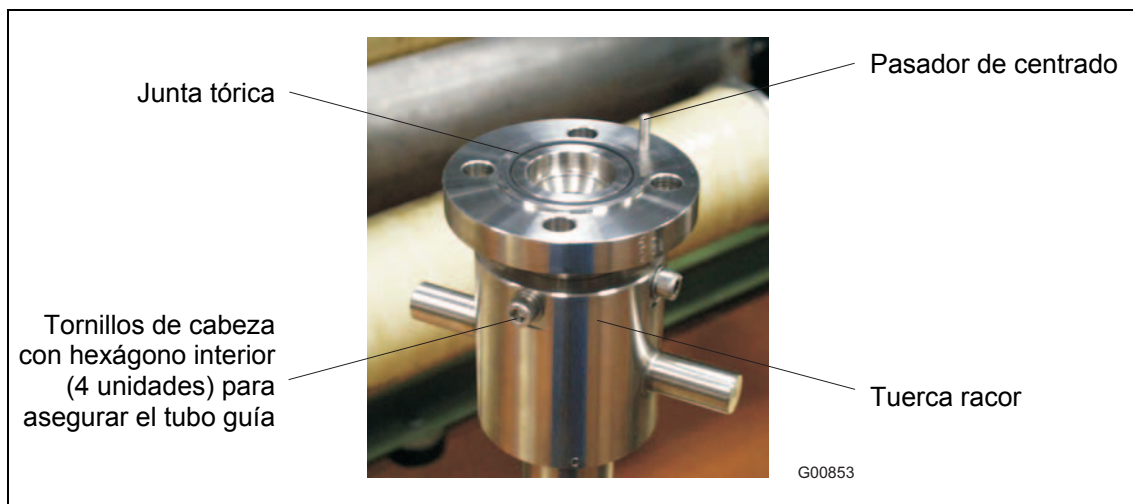

Fig. 13
- Inserte la junta tórica (55 mm x 3 mm [2,16 x 0,12 inch]) en la ranura prevista (Fig. 13). La junta tórica y los tornillos se incluyen en el volumen de suministro.